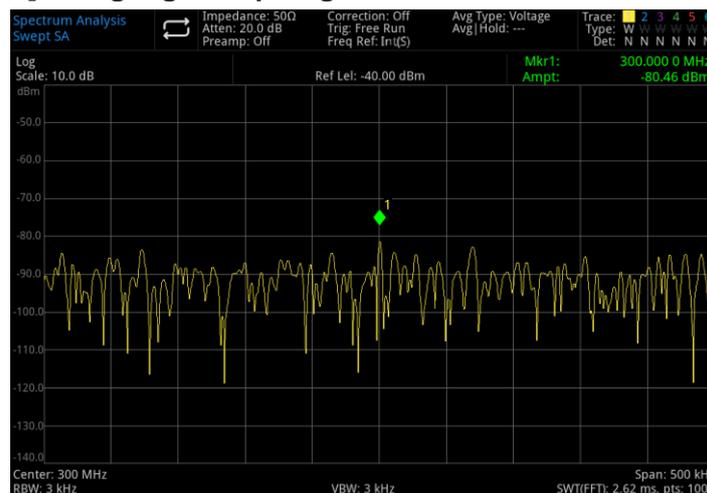

Abbildung 3-11 Ein Signal nahe dem Grundrauschen
5. Reduzieren Sie die Spanne auf 500 kHz (wie in Abbildung 3-11 gezeigt).